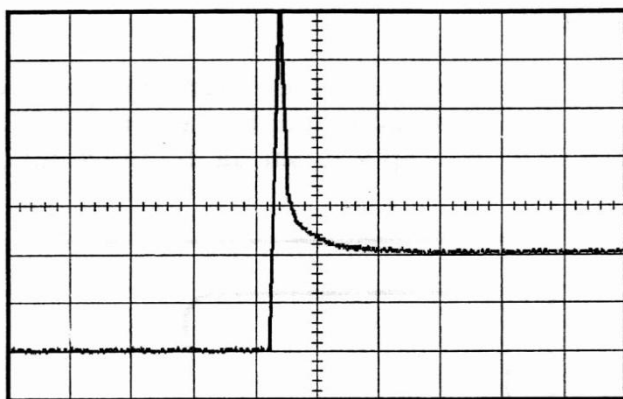

Fig.87.- Captura de una señal de disparo único.
- La señal medida es como se muestra en la fig. 87.